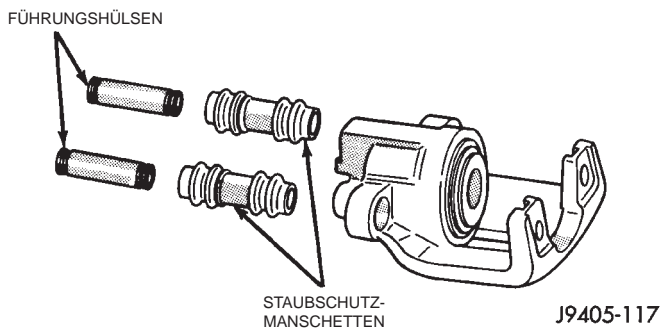

Abb. 75 Führungshülsen und
(1) Bremssattel und Bremsbacken ausbauen.
(2) Führungshülsen und Staubschutzmanschetten der Bremssattelschrauben vom Bremssattel lösen (Abb. 75).
(3) Ein Stück Holz nehmen und es mit einer mindesten 2,54 cm (1 Zoll) starken Lage aus Stoff- oder Papiertüchern polstern. Das gepolsterte Stück Holz an der Seite der äußeren Bremsbacke vor dem Kol-